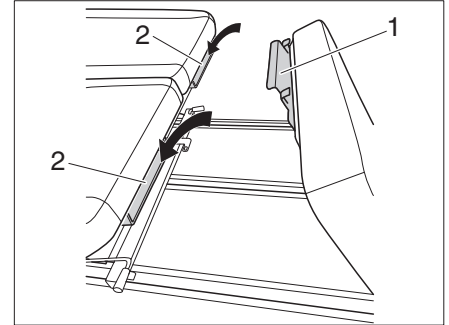

Bild 3 Bettverlängerung einhängen
- Laschen (Bild 3,1) der Bettverlängerung in die Bügel (Bild 3,2) unter der Sitzbank einhängen.